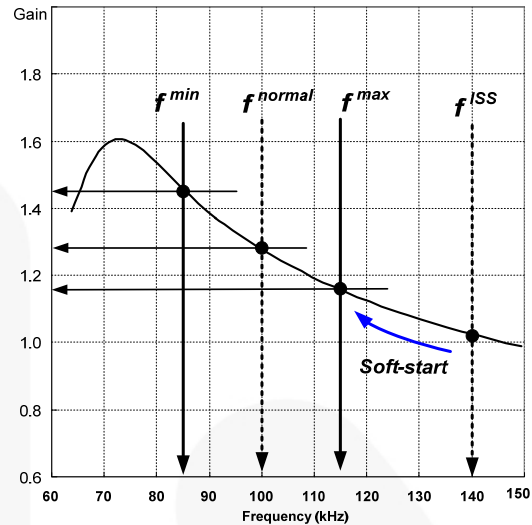
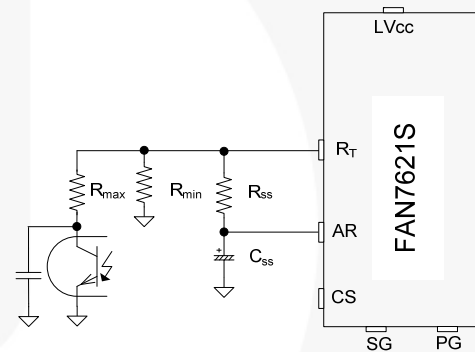
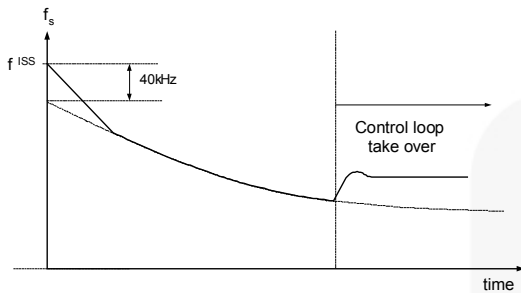

图 17. 谐振转换器典型增益曲线
图 18. 频率控制电路
图 19. 软启动的频率扫描
3. 频率设置: 图 17 显示谐振转换器的典型电压增益曲线，其中增益与 ZVS 区中的开关频率成反比。输出电压可通过调制开关频率来调节。图 18 显示 R_T 引脚的典型电路配置，其中光电耦合器电阻连接至 R_T 引脚以调制开关频率。
为了防止在启动阶段，冲击电流过大，输出电压过冲，需要逐渐增加该谐振转换器的电压增益。由于谐振转换器的电压增益与开关频率成反比，因此通过从初始高频率 (f^{SS}) 向下扫描开关频率直至建立输出电压，来实施软启动。通过在 R_T 引脚上连接 R-C 串联网路来建立软启动电路，如图 18 所示。FAN7621S 也有一个 3ms 的内部软启动来降低初始周期过程中的电流过冲，这就向外部软启动电路的初始频率中增加了 40kHz，如图 19 所示。软启动的初始频率由下式给出: